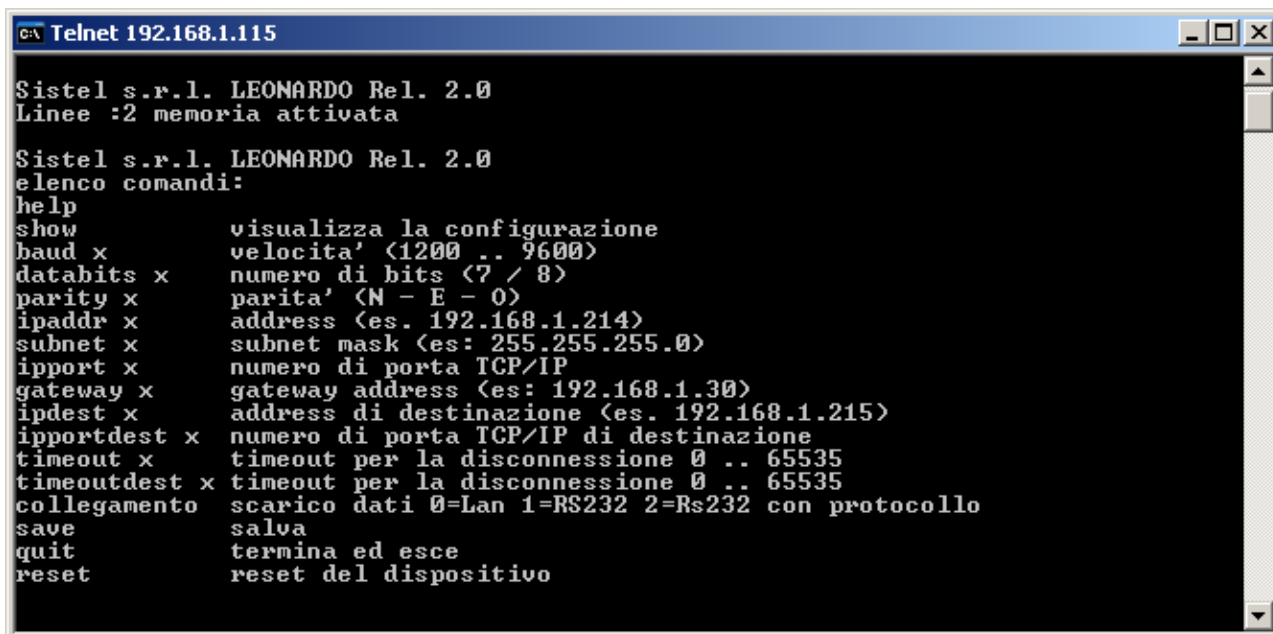

Fig. 3
1. A connessione avvenuta digitare Invio, apparirà la maschera di Fig.3 con l'elenco dei comandi impostabili dall'utente.